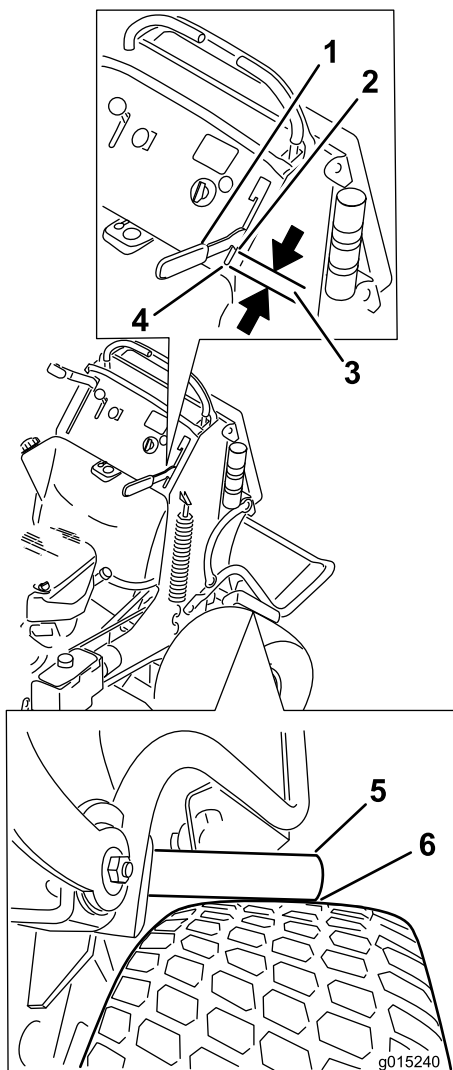

Figure 65
4. Engagez le levier de frein jusqu'à ce que les barres touchent juste le pneu (Figure 65).
5. Mesurez la distance entre l'avant du levier manuel et l'extrémité de la fente dans le panneau de commande lorsque la barre de frein rencontre le pneu. La distance doit être de 19 mm (3/4"). Réglez le frein au besoin (Figure 65).